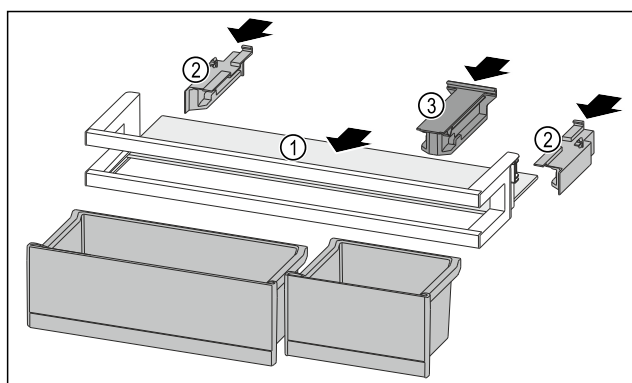

Fig. 233
- Odkládací plochu Fig. 233 (1) zasuňte do bočních vybrání.
- Boční díly Fig. 233 (2) vložte.
- Držák Fig. 233 (3) vložte.